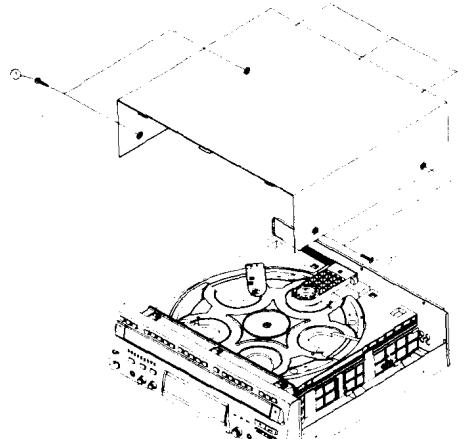

图 1.2.1 顶盖板的拆卸
1.2.1 拆卸顶盖板（如图 1.2.1）
- (1) 拆下 4 个螺钉①。
- (2) 拆下 3 个螺钉②。
- (3) 按图 1.2.1 所示卸下顶盖板。